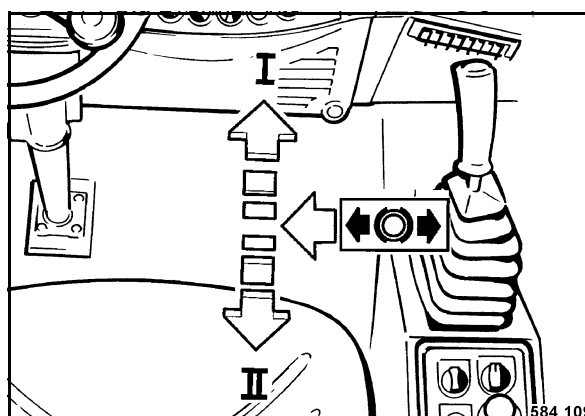

Fig. 91
- La palanca de marcha (Fig. 91) se debe desplazar por completo en posición „I“.